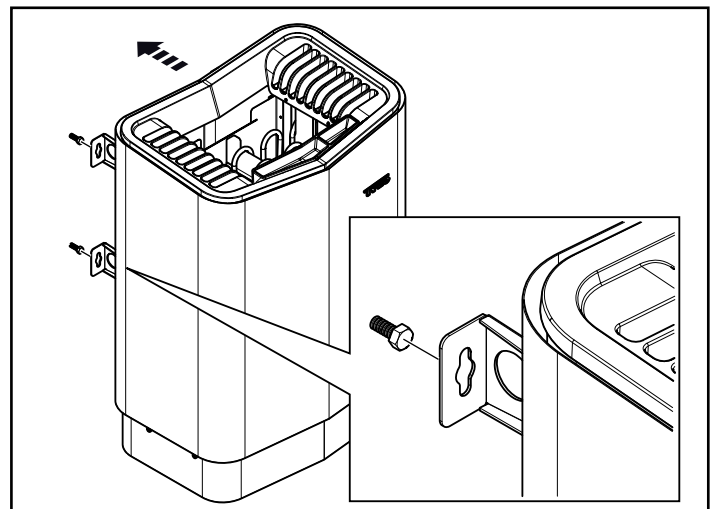

Figure 13 : Suspendez le poêle.
11. Suspendez le poêle sur les vis (voir figure 13).